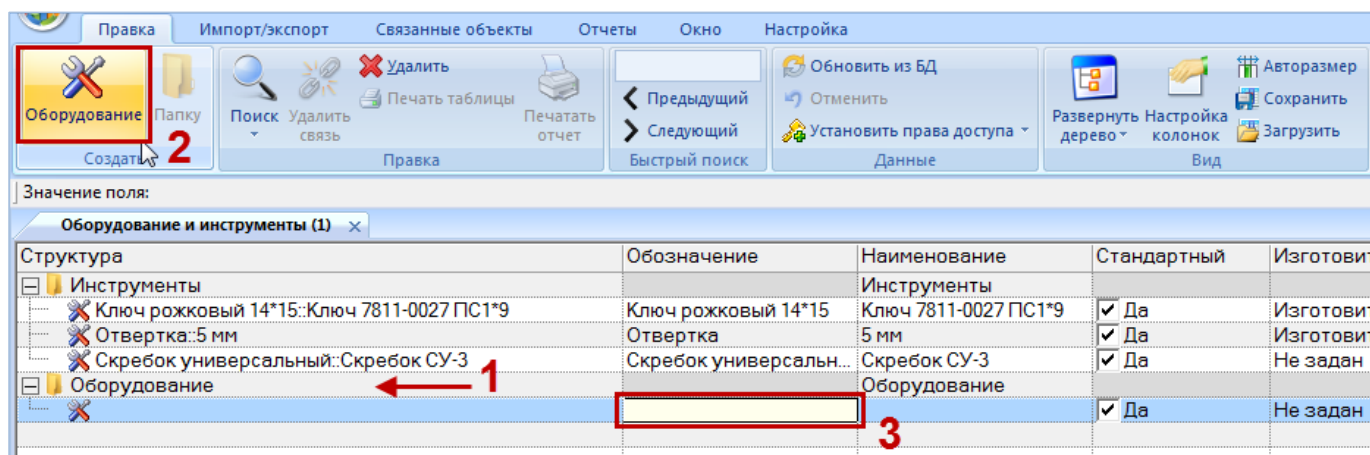

Рис. 9-76 – Добавление оборудования или инструмента в справочник
- 3) Нажать кнопку «Оборудование» панели «Создать» (рис. 9-76).